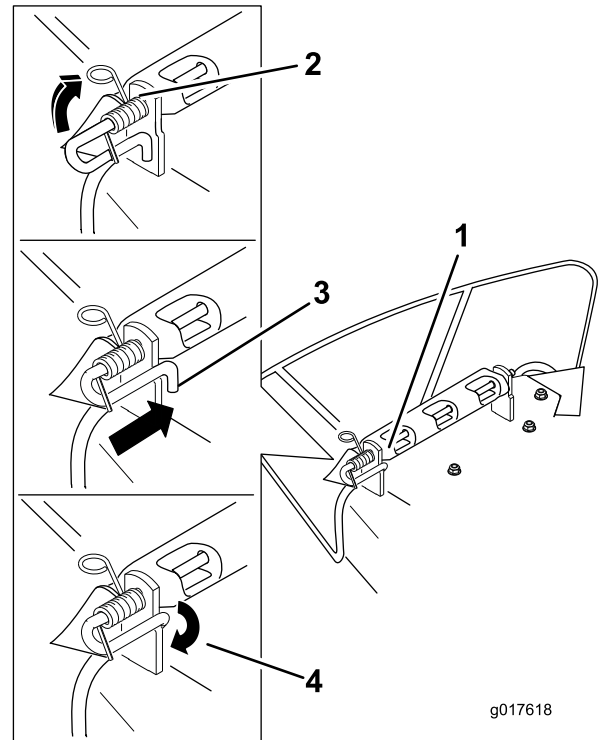

Figure 76
4. Positionnez le nouveau déflecteur d'éjection en plaçant les extrémités du support entre les supports soudés du plateau, comme montré à la Figure 76.
6. Positionnez le ressort sur la tige comme illustré à la Figure 76, de sorte que l'extrémité la plus courte du ressort sorte du dessous de la tige avant le coude et passe par-dessus la tige à son retour.
7. Soulevez le côté du ressort avec la boucle et placez-le dans le cran du support de déflecteur (Figure 76).
8. Fixez l'ensemble tige et ressort en le tournant de sorte à placer l'extrémité courte de la tige derrière le support avant soudé au plateau de coupe (Figure 76).